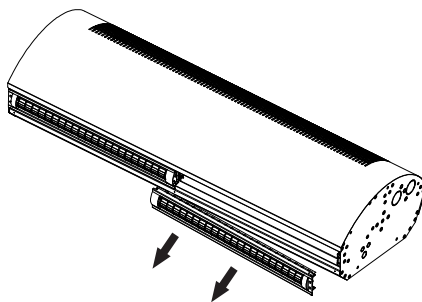

Рисунок 13.
- Полностью освободить сопло из завесы (см. рисунок 13).